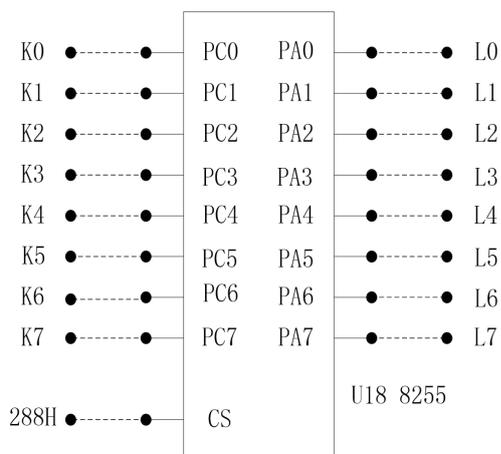

图 1 实验电路图
(1) 实验电路如图1，8255C口接逻辑电平开关K0~K7，A口接LED显示电路L0~L7。
(2) 编程从8255C口输入数据，再从A口输出。